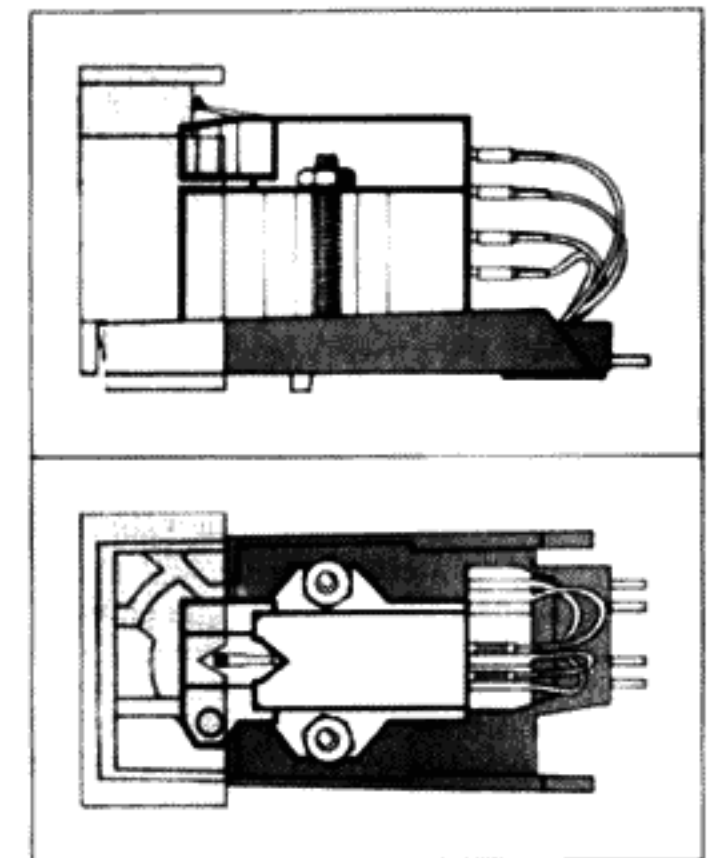

Fig. 15
1. Den Systemträger (6) können Sie vom Tonarm lösen, indem Sie den Tonarmgriff (4) nach hinten drücken. Halten Sie dabei den Systemträger fest, da er nach Öffnen der Verriegelung herunterfällt.
2. Befestigen Sie das Tonabnehmersystem unter Verwendung des dem Tonabnehmersystem beigelegten Zubehörs auf dem Systemträger. Zu beachten ist, daß sich die Abtastnadelspitze – von oben betrachtet – mit der V-förmigen Aussparung der Systemlehre deckt (Fig. 15).
1. Vous pouvez retirer le porte-cellule (6) du bras en repoussant la poignée (4) du bras vers l'arrière. Maintenez en même temps le porte-cellule qui tombe après ouverture du verrouillage.
2. Fixez la cellule sur le porte-cellule en utilisant les accessoires joints à la cellule. Vérifiez que la pointe de lecture – vue de haut – se superpose à l'encoche en forme de V du gabarit de la cellule (Fig. 15).
1. Detach the cartridge holder (6) from the tonearm by pressing the tonearm lift (4) backward, while holding the cartridge holder with your hand to prevent its falling down when the lock is released.
2. Using the hardware provided, mount the cartridge on the cartridge holder. Make sure that the V-shaped recess of the stylus tip – as seen from above – covers the cartridge gauge (Fig. 15).